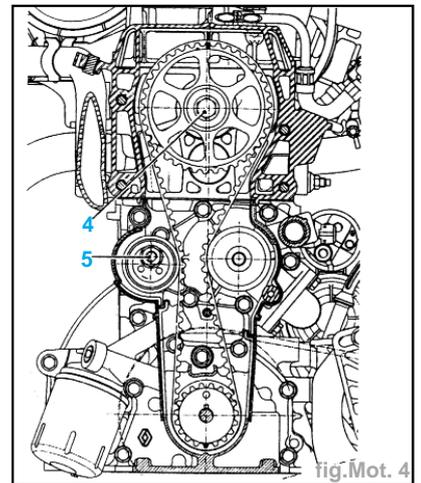

fig.Mot.4
- Aligner les repères de pignon de vilebrequin et d'arbre à cames (fig. Mot.4).
- la vis du pignon d'arbre à cames (4),
- l'écrou du galet tendeur de la courroie de distribution (5) (fig Mot.4).
- Contrôler les repères d'alignement de la distribution (fig. Mot.4).